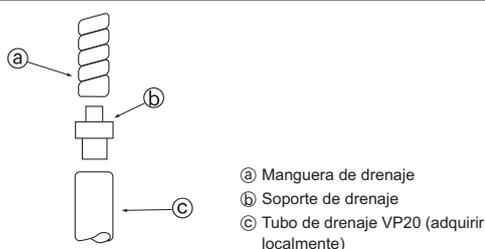

Fig. 5-1
5.1. Trabajo de tubo de drenaje (Fig. 5-1)
- Cuando conecte el VP20 utilice el soporte de drenaje accesorio ①. Fije bien el soporte al tubo con cinta adhesiva de cloruro de vinilo para que no gotee.